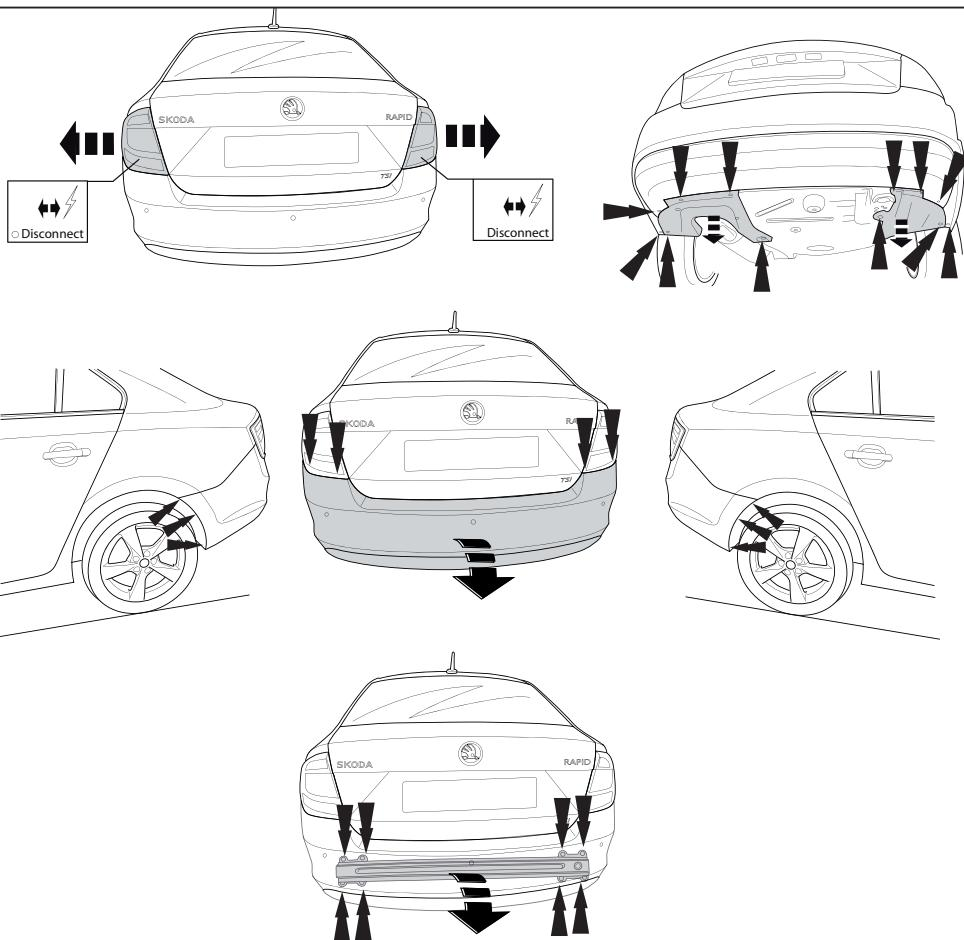

Fig. 1
3. Снять бампер вместе со стальным буферным бруском автомобиля; буферный брус больше не понадобится. Поставить болты на место. См. рисунок 1.